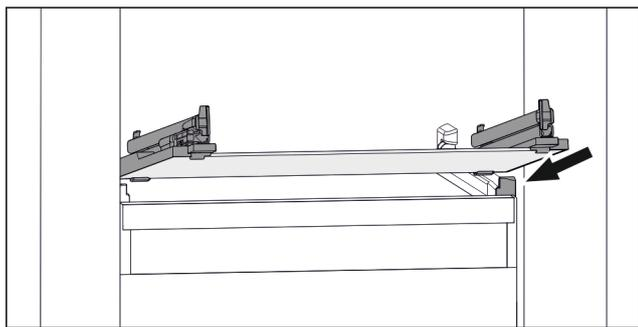

Fig. 38 Exemple de représentation de la tablette en verre
- Placer la tablette en verre, en l'inclinant, derrière les butées. (voir Fig. 38)